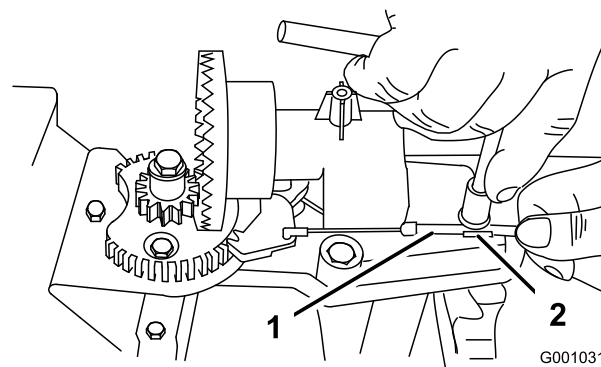
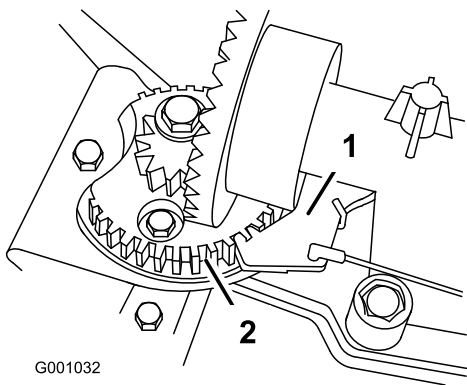

Рисунок 55
Рисунок 56
2. Ослабьте затяжку болта на хомуте троса (Рисунок 55).
3. Захватите канал троса и перемещайте его по направлению к передней части машины до тех пор, пока фиксатор желоба выброса снега не войдет полностью в зацепление с зубьями шестерни (Рисунок 55 и Рисунок 56).
Примечание: Фиксатор подпружинен и под действием пружины стремится войти в зацепление с зубьями шестерни (Рисунок 56).